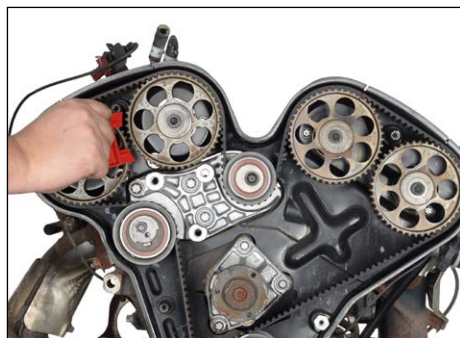
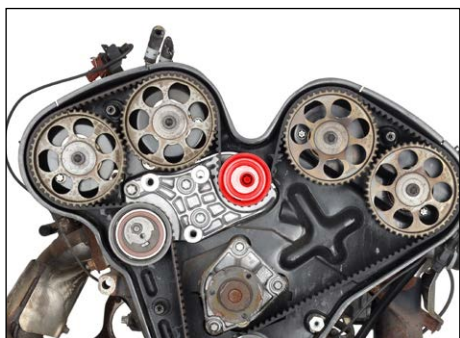

Рис. 5
Рис. 7
3. Установите фиксатор распределительных валов OE (KM-800-1) красного цвета с указателем „Тор“ между шестернями распределительных валов „1“ и „2“ (Рис.5 и 6). Если фиксатор не получается установить, ослабьте верхний обводной ролик (Рис.7) и поверните его при помощи специального ключа МКМ-6038 или разводного ключа до положения, когда инструмент может быть установлен.